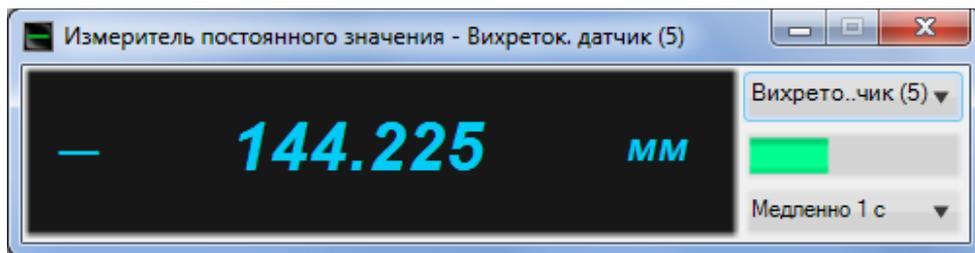

Рис. 4.4 Программа «Вольтметр постоянного тока»
2.2.3.4. Запустить программу «Вольтметр постоянного тока», выбрать канал «Вихреток. датчик», усреднение «Медленно 1 с» (Рис. 4.4).